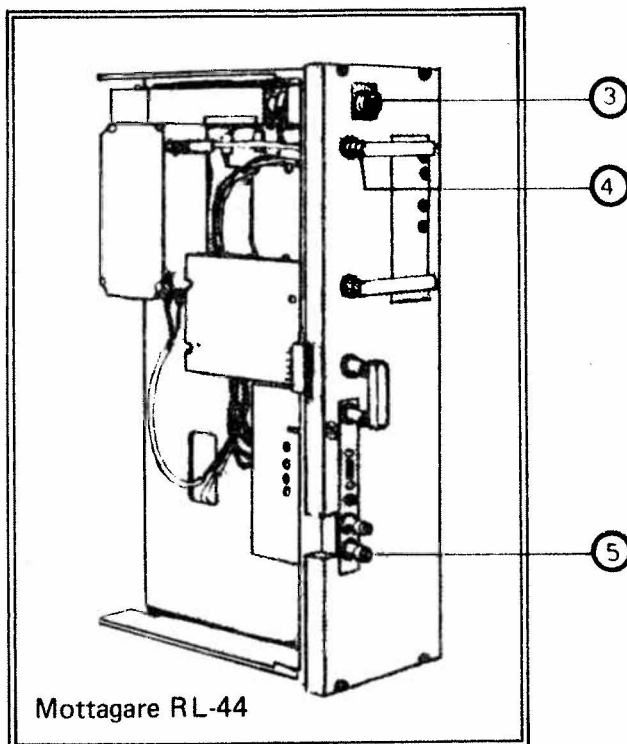
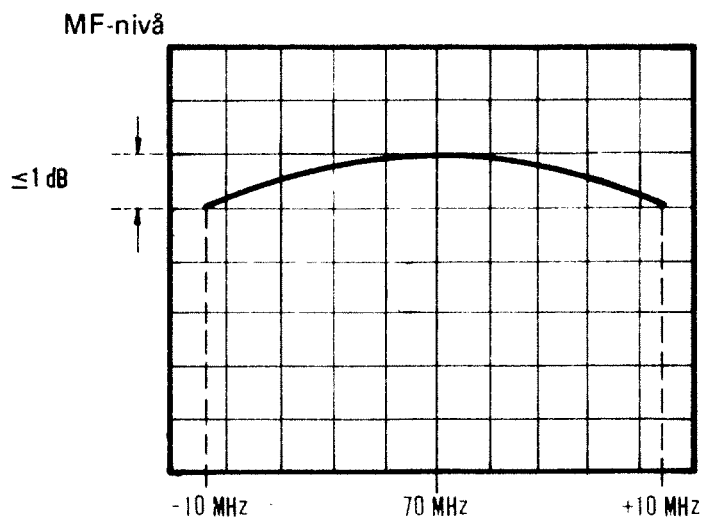
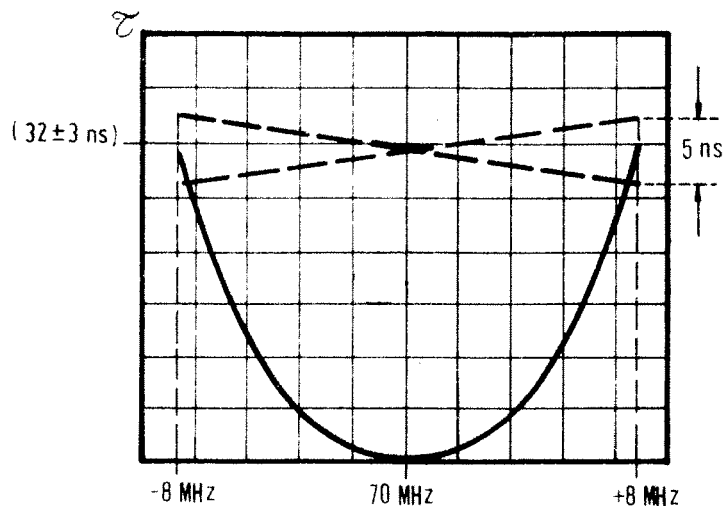
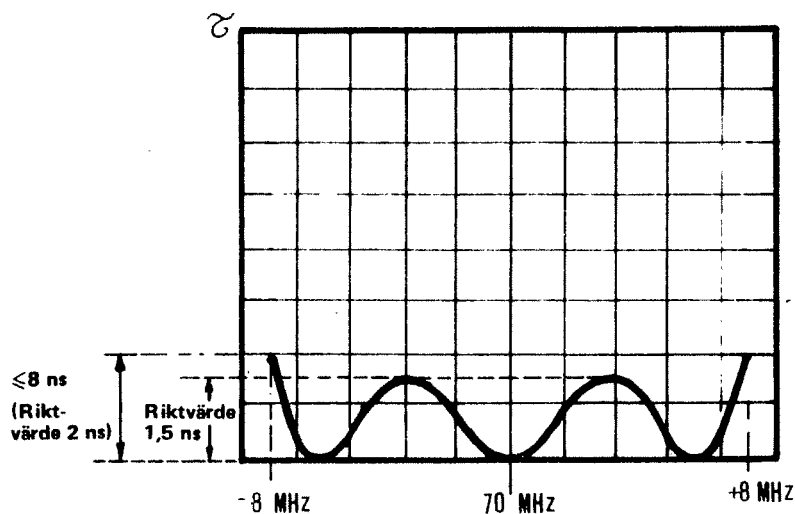

Bild 3
Bild 4
Bild 5
Bild 6. Riktvärden grupplöptidsdistorsion
Kontrollera, med en HF-effektmeter ansluten till hylstaget , bild 3, att MF-förstärkarens uteffekt är +5 dBm $\pm 0,5$ dBm. Vid behov, justera med potentiometern P2 i MF-förstärkaren (474.220.044L).
3.4.2.1 Koppla upp enligt bild 3.
- 3.4.2.3 Anslut mottagare IF/BB till uttaget (4) bild 3. Kontrollera amplitudlinjäriteten enligt bild 4.
- 3.4.2.4 Kontrollera att grupp-löftidsdistorsionen τ i uttaget (4) bild 3, är symmetriskt enligt bild 5.
- 3.4.2.5 Kontrollera att amplitudlinjäriteten i uttaget (5) bild 3, är högst 1 dB för 70 MHz \pm 8 MHz. Kontrollera även att grupplöptidsdistorsionen överensstämmer med bild 6. Grupplöptidsdistorsionen får inte överstiga 8 ns. Justera eventuellt med spolen L5 och kondensatorn CV3 (låga frekvenser) samt spolen L6 och kondensatorn CV4 (höga frekvenser) så att en optimal grupplöptidsdistorsion erhålls.
Ta bort koaxiallänken från mottagarens HF-ingång(uttaget ③ bild 3) och anslut en inställbar dämpare (0-60 dB) i stället för koaxiallänken. Ställ dämparen på 0 dB och läs av instrumentutslaget P_R på mätenheten.